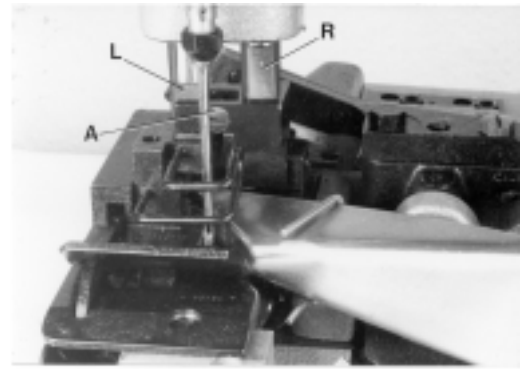

Fig. 10
Styles 80800TL, TAL, U, UA, UL and UAL have a two-piece presser foot. Insert the right presser foot part on the pivot of the right presser bar (R, Fig. 10) and align the flats on the left presser bar (L, Fig. 10) to the guide fork of the presser foot shank. The flats on the left presser bar should slide freely in the fork, this can be adjusted with screw (A). Secure this setting with the lock nut. Now insert the left presser foot part on the pivot of the left presser bar (L) and align it with needle slot and feeler slot to the throat plate. Tighten set screws in both presser foot shanks.
Die Maschinen 80800TL, TAL, U, UA, UL, and UAL haben einen zweiteiligen Drückfuß. Schieben Sie das rechte Drückfußteil auf den Zapfen der rechten Drückfußstange (L, Fig. 10) und richten Sie die Flächen auf der linken Drückfußstange (L, Fig. 10) nach der Führungsgabel der Drückfußnabe aus. Die Flächen der linken Drückfußstange müssen in der Gabel leicht gleiten können, dies kann mit der Schraube (A) eingestellt werden. Sichern Sie die Einstellung mit der Kontermutter. Nun schieben Sie das linke Drückfußteil auf den Zapfen der linken Drückfußstange (L) und richten es mit Stichloch und Taster-schlitz zur Stichplatte aus. Ziehen Sie die Gewindestifte in beiden Drückfußnaben an.